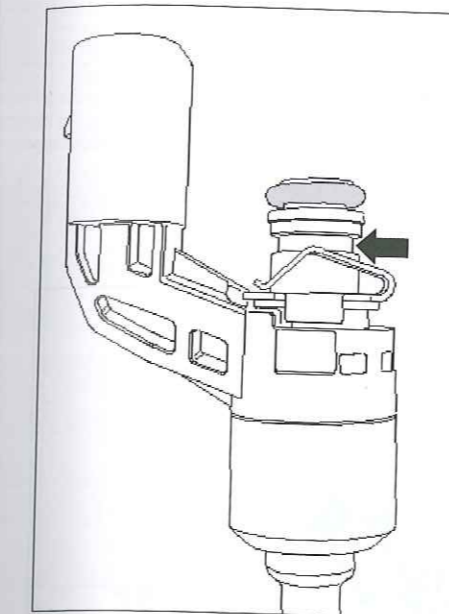

Fig. 38
- Introducir a continuación el extractor [2] en la ranura (flecha) sobre el inyector (Fig.38).